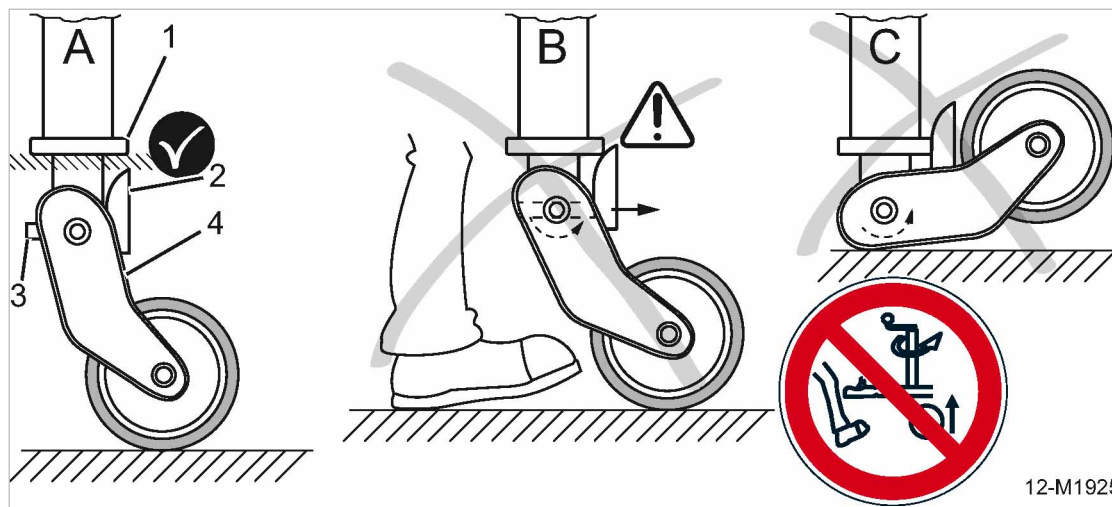

Fig. 93 Waarschuwing "Gevaar voor letsel door omlaag vallende trekrichting"
Het automatische steunwiel moet bij afgekoppelde machine altijd zover omlaag gedraaid zijn, dat de nok ② de verdikking ① niet raakt. Alleen dan wordt het automatisch inklappen van de wielophanging geblokkeerd (zie afbeelding 93/A).
Als bij een afgekoppelde machine het steunwiel weer verder omhoog wordt gedraaid, drukt de verdikking tegen de nok van de bevestigingsbout (zie afbeelding 93/B). De bevestigingsbout ③ ontgrendelt de wielophanging ④, die dan ineens omklapt (zie afbeelding 93/C).